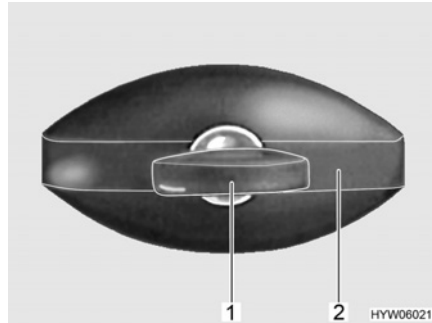

Bild 21 Klappenschloss (ellipsenförmig, verschlossen)
- Schlüssel in Schließzylinder (Bild 21,1) stecken und eine viertel Umdrehung entgegen dem Uhrzeigersinn drehen. Schlossgriff (Bild 21,2) schnappt heraus.